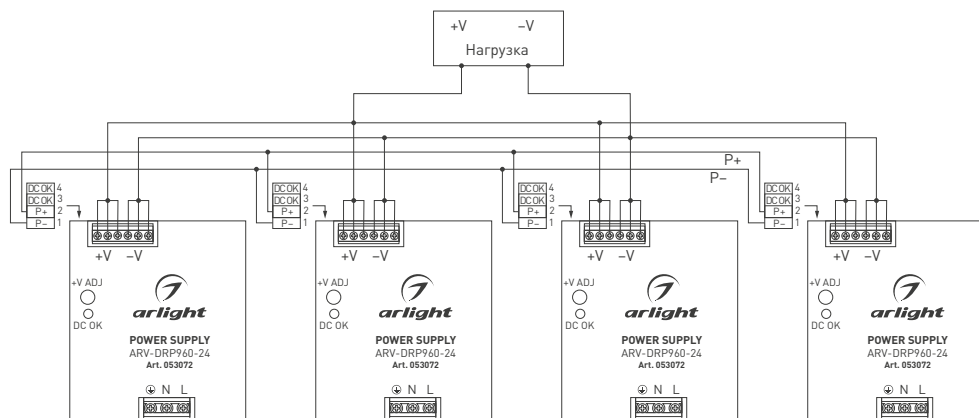

Рис. 1. Схема параллельного подключения источников питания
- 3.11. При параллельном подключении источников питания необходимо объединять выходные клеммы **P+** и **P-** всех источников параллельно. Максимально допустимое количество одновременно подключаемых источников питания — 4 шт. (см. рис. 1).